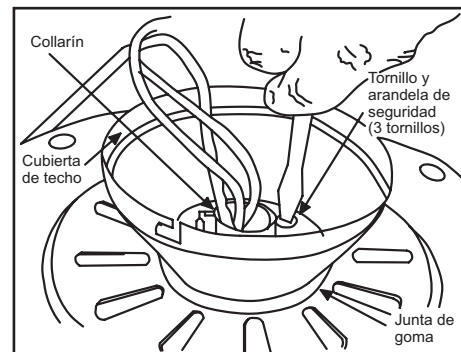

Figura 9
motor del ventilador a través de la cubierta de techo sobre el collarín en la parte superior del motor (Figura 9).
5. Alinea los orificios de montaje con los orificios del motor y asegura con los tres tornillos y arandelas de seguridad retiradas en el paso 4 (Figura 9).